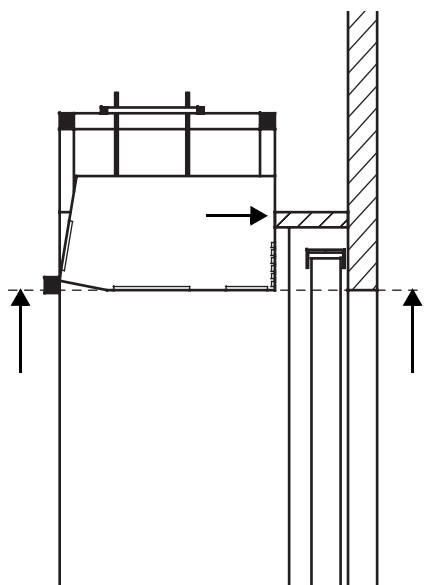

Abbildung 3-5 Richtige waagerechte und senkrechte Position des Luftschleiergerätes
1. Die senkrechte Position des Gerätes mit den Muttern ⑤, wie in Abbildung 3-5 dargestellt, einstellen.